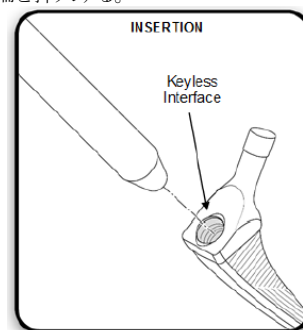

図.11
- (1) アダプターがハンドピースに取り付けられている場合、作業を続ける前にバッテリーが取り外されていることを確認する。
- (2) 図11のように、適合するインプラント※の Keyless Interface にアダプターの先端を挿入する。